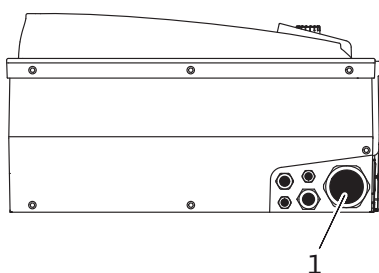

Fig. 22: Στυπιοθλίπτρα καλωδίου M40
- Το καλώδιο ηλ. τροφοδοσίας πρέπει να στερεώνεται με στυπιοθλίπτρα καλωδίου M40 (Fig. 22, θέση 1).